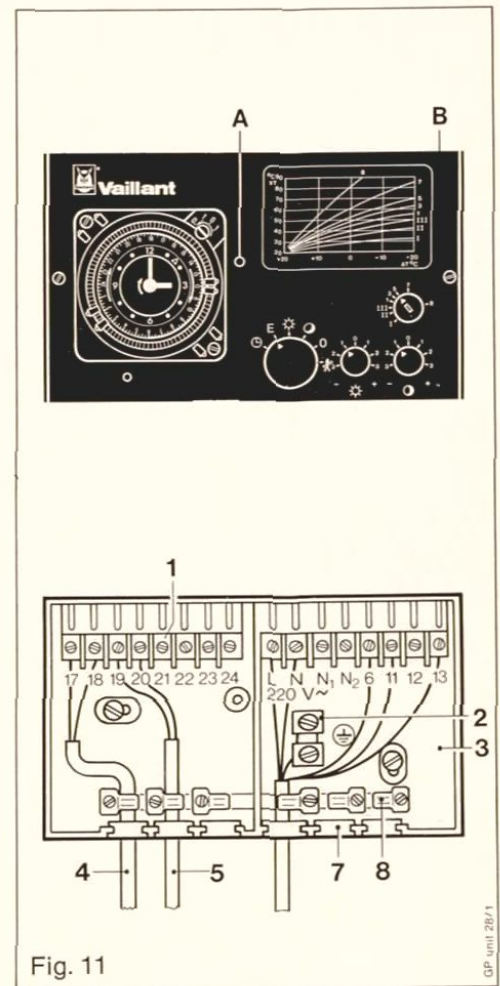

Fig. 11
Avvitare il cavo di allacciamento (5) per la sonda esterna conformemente alla Fig. 11 ai morsetti 19 e 20 della morsettiera (1).
Avvitare il cavo di allacciamento (4) della sonda del flusso di andata, conformemente alla Fig. 11, i morsetti 17 e 18 della morsettiera (1).